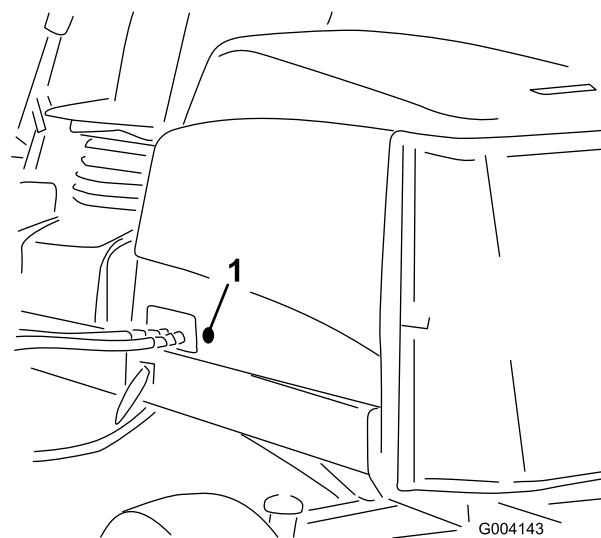

Figura 35
2. Scoateți garnitura din cauciuc din orificiul din partea stângă a capotei (Figura 35).